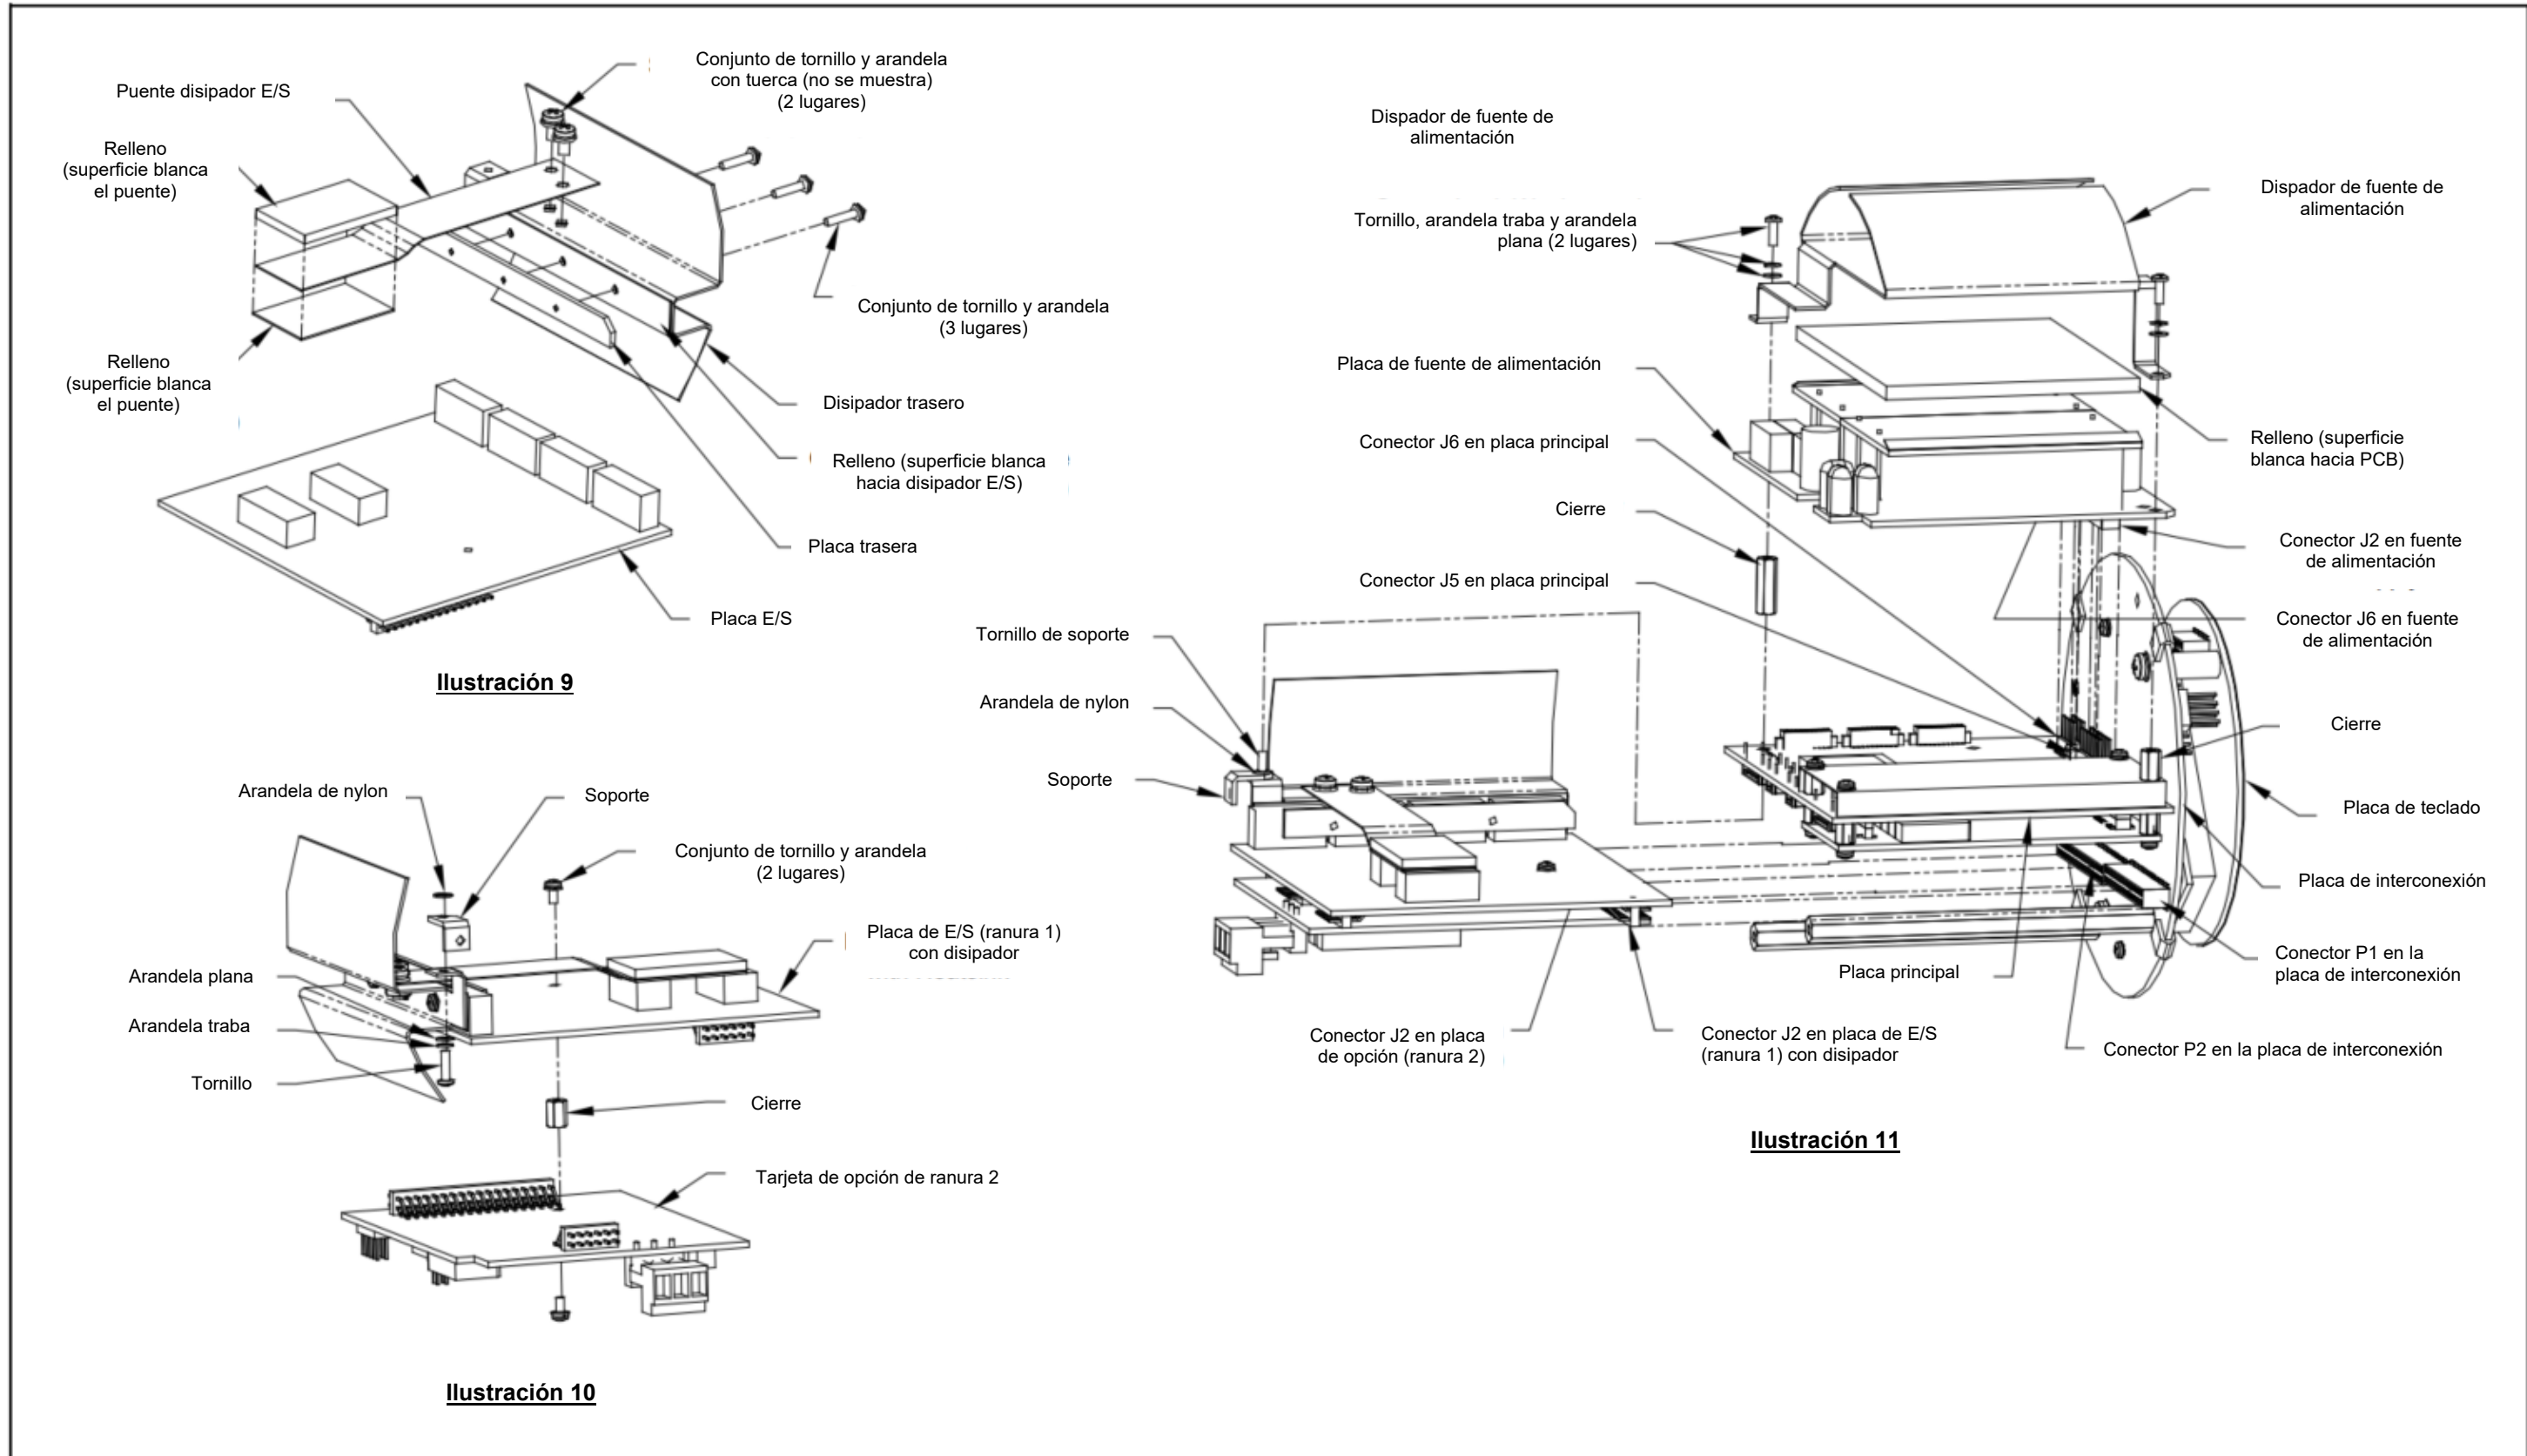

Figura 8: Subconjunto de la tarjeta de opción E/S del modelo XGF868i
Para instalar una tarjeta opcional, consulte *las Ilustraciones 9, 10 y 11 de la Figura 8 en la página 31* y siga los pasos siguientes:
3. Retire el tornillo del soporte angular de la placa base, como se muestra en la Ilustración 11 de la Figura 8 en la página 31.
Nota: Para conectar un disipador de calor opcional a una tarjeta opcional de E/S, consulte "Conexión de un disipador de calor opcional a una tarjeta opcional de E/S" en la página 26. Cuando el XGF868i incluye una tarjeta de E/S (ranura 1) y una tarjeta opcional (ranura 2), las dos tarjetas deben fijarse entre sí con el hardware que se muestra en la Ilustración 10 de la Figura 8 en la página 31. Fije previamente la arandela de nailon al tornillo antes de insertar las placas en el conjunto.
Si necesita acoplar un disipador de calor opcional a una tarjeta opcional de E/S (las opciones TI, TR, FI o FR del Apéndice B de la Guía de inicio), consulte la Ilustración 9 de la Figura 8 en la página 31 y complete los siguientes pasos:
1. Oriente la(s) almohadilla(s) térmica(s) al disipador de calor como se muestra en la Figura 8 de la página 31 y colóquela(s) en el disipador de calor.
La mayoría de los procedimientos de sustitución de piezas descritos en este capítulo requieren la extracción del conjunto de la placa de circuitos de la caja del sistema electrónico. Además, la mayoría de los procedimientos requieren diversos grados de desmontaje del conjunto de la placa de circuitos. Consulte la Figura 8 en la página 31 y siga las instrucciones de esta sección para montar el conjunto de la placa de circuitos y/o instalarlo en la caja del sistema electrónico.
Si el conjunto de placa de circuito ha sido desmontado en alguna medida, siga los pasos que se indican a continuación. De lo contrario, pase directamente a "Instalación del conjunto de la placa de circuitos" en la página 28. Consulte la Figura 8 en la página 31 y siga los pasos siguientes:
1. Si es necesario, vuelva a colocar el soporte angular en la placa principal, inserte el tornillo (con arandela plana y arandela de seguridad) y atorníllelo en el separador de la placa principal. Consulte *la Ilustración 11 de la Figura 8 en la página 31*.
3. Fije la tarjeta de alimentación y el disipador de calor a la placa principal volviendo a instalar los tornillos, las arandelas planas y la arandela de seguridad que retiró anteriormente de las esquinas de la tarjeta de alimentación. Consulte *la Ilustración 11 de la Figura 8 en la página 31*.